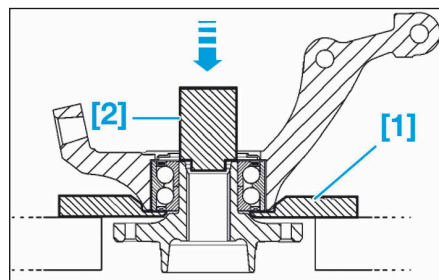

FIG.22
- [1]. Extracteur à mâchoire (Fig.22).
- [2]. Tubes de 36,5 mm pour la dépose du moyeu (Fig.22).
- Sur une presse, placer le pivot sur l'outil [1] (Fig.22).